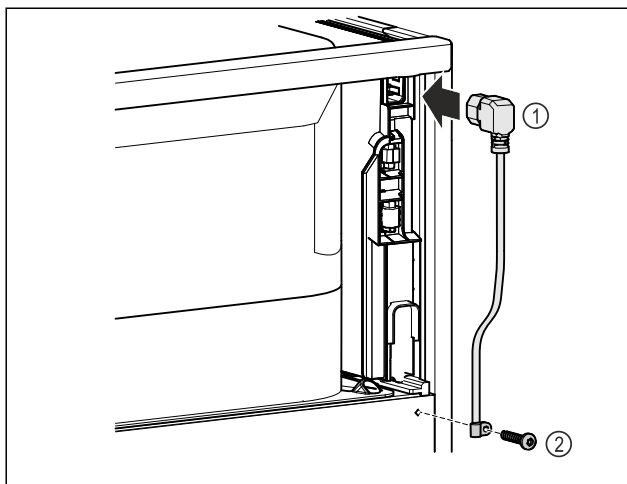

Fig. 11
- Dugja be a hálózati csatlakozóvezeték csatlakozóaljzatát Fig. 11 (1) a készülék hátoldalába.
- Szerelje fel a tehermentesítőt. Fig. 11 (2)